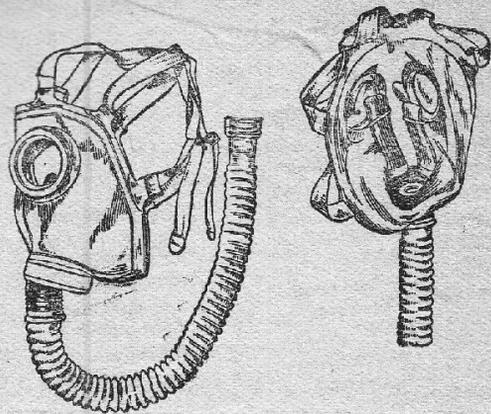

Рис. 3. Маска О-11. Слева — вид сбоку; справа — вид изнутри
8. Маска О-11 (рис. 3) изготовлена из резины. В центре утолщенной части края маски заформованы полукольца для крепления растягивающихся тесемок наголовника. Маска имеет два манжета для монтажа очковых стекол. Кроме того, в ней имеются два обтекателя, направляющие поступающий под